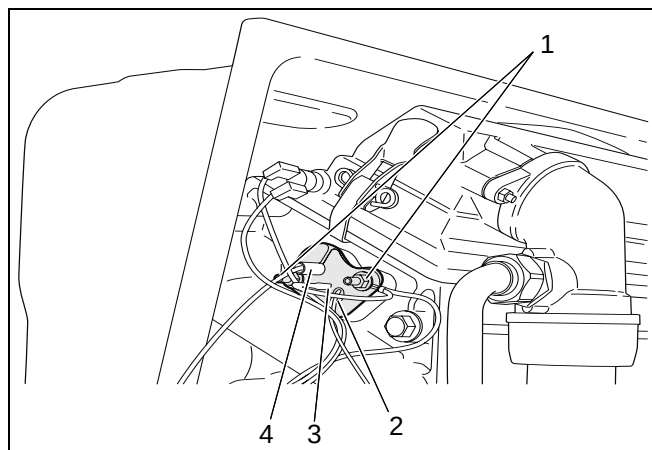

Abb. 36 Ionisationselektrode und Glühzünder ausbauen
- Befestigungsmuttern lösen (Abb. 36, Pos. 1).
- Erdungskabel abziehen (Abb. 36, Pos. 3).
- Glühzünder (Abb. 36, Pos. 2) und Ionisationselektrode (Abb. 36, Pos. 4) aus dem Brenner herausziehen.